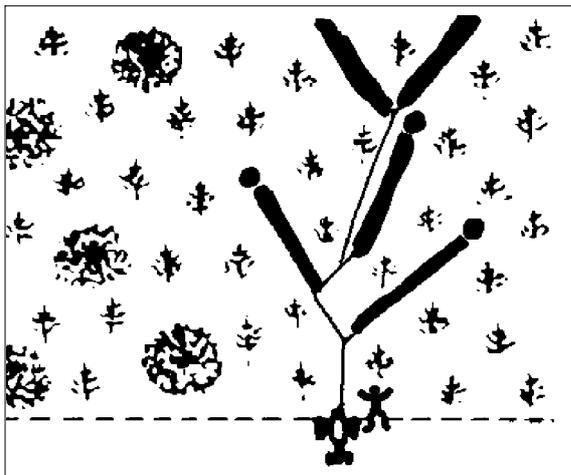

Fig. 21.
2. Den sikreste plassen for brukeren å oppholde seg, er back på venstresiden av vinsjen, det tillates god sikt. Se fig. 21. Se til at det ikke oppholder seg noen i arbeidsområdet.
- Plasser alltid traktoren på flatmark i den retningen du skal dra lasset (se fig. 21). Unngå å arbeide i bratt terreng. Se til at ingenting ligger i veien for trærne.